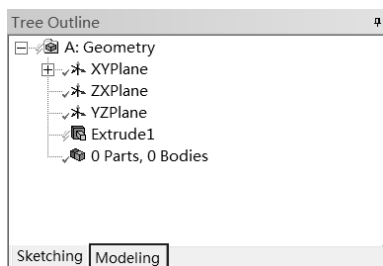

图 2-47 切换模式
Step9: 拉伸草绘。单击 Sketching 右侧的 Modeling 按钮，将 Sketching Toolboxes (草绘工具箱) 切换到 Tree Outline (模型树) 下，如图 2-47 所示。